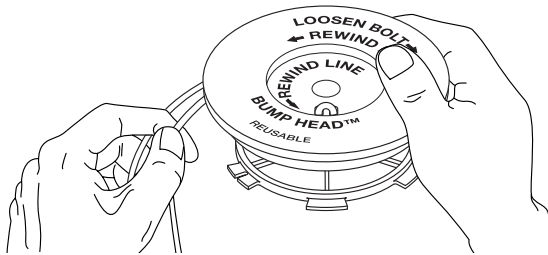

Fig. 29
7. Bobine las líneas en capas parejas y ajustadas sobre el carrete (Fig. 29). Bobine la línea en la dirección indicada en el carrete interior. Coloque su dedo índice entre las dos líneas para evitar que se superpongan. No superponga los extremos de la línea. Proceda al paso 11.